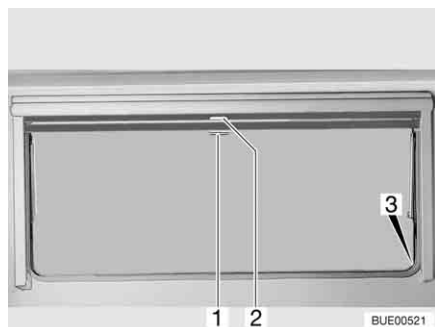

Fig. 62 Ventana abatible
- Tirar del tirador (Fig. 62,2) de la persiana oscurecedora enrollable hacia abajo. Cuando la persiana oscurecedora enrollable se cierre por completo, encajarla en el bloqueo (Fig. 62,3) a ambos lados del marco de la ventana.
- Cuando la persiana oscurecedora enrollable está completamente cerrada: Presionar el tirador (Fig. 62,2) hacia abajo y tirarlo ligeramente hacia dentro. Desenganchar la persiana oscurecedora enrollable de los bloqueos a izquierda y derecha del marco de la ventana.
- Cuando la persiana oscurecedora enrollable se encuentre en una posición intermedia: Tirar ligeramente del tirador (Fig. 62,2) hacia abajo, hasta que se hay soltado el bloqueo.
- Tirar la mosquitera enrollable hacia abajo por el tirador (Fig. 62,1) y engancharla en el bloqueo (Fig. 62,3) a ambos lados del marco de la ventana.
- Presionar el tirador (Fig. 62,1) hacia abajo y tirarlo ligeramente hacia dentro. Desenganchar la mosquitera enrollable de los bloqueos a izquierda y derecha del marco de la ventana.